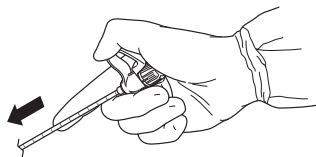

Figure 1 – Introduire l'assemblage de canule d'accès/stylet
2. Sous contrôle radioscopique, insérer l'assemblage de canule d'accès/stylet dans le site chirurgical (voir la Figure 1).